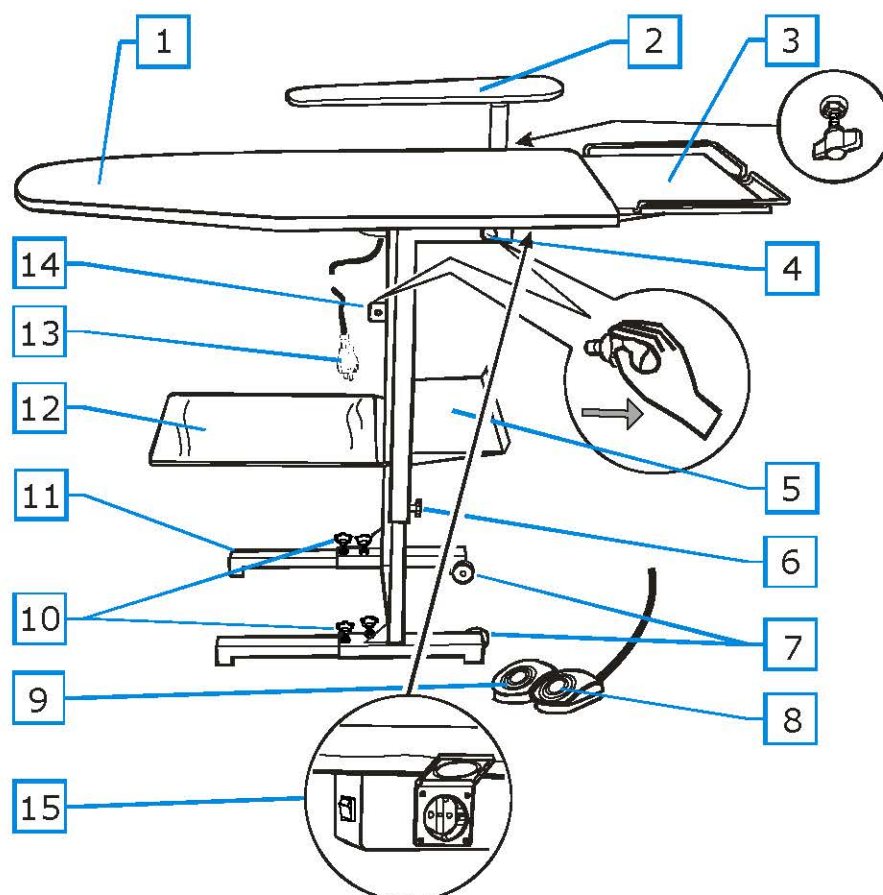

Рис. 1
Перевод к рис.1
Потяните фиксатор стола (14, рис. 1) и гладильную доску. Убедитесь, что гладильная доска зафиксирована (4, рис. 1).
1. Меняйте покрытие (Prontotop) каждые 400 часов. или максимум каждые 6 месяцев. Замените его также, при неудовлетворительной работе опции всасывания или при появлении пятен. Эту процедуру следует выполнять **ТОЛЬКО ТОГДА**, когда парогенератор полностью охлажден и KER отключен (рисунок 1). Пятна могут также появиться, если используется слишком много пара или если опция всасывания не используется в достаточном объеме (в этом случае уменьшите поток пара и увеличьте всасывание). N.B. : Покрытие можно мыть 1 или 2 раза.